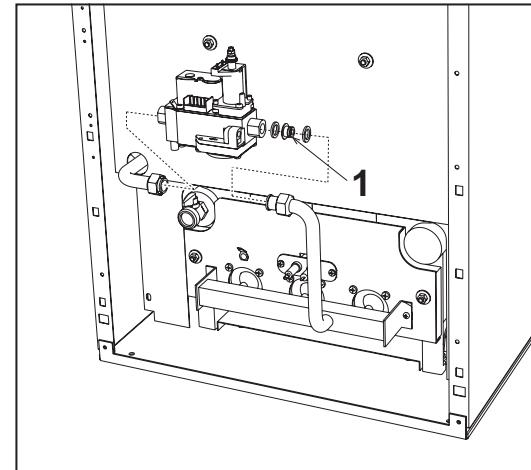

fig. 18 - Diafragmă gaz
**! Pentru a trece de la gaz metan la GPL trebuie să scoateți diafragma gaz (1 - fig. 18)**
Pentru a trece de la GPL la gaz metan trebuie să introduceți diafragma gaz (1 - fig. 18 și tabel 4 de la pag. 36)